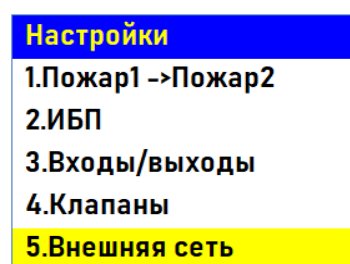

Рисунок 20 - Подменю “Настройки” ППК
- 2.3.2. Выбрать пункт подменю **5.Внешняя сеть**. Нажать кнопку **Ок** (рисунок 20).